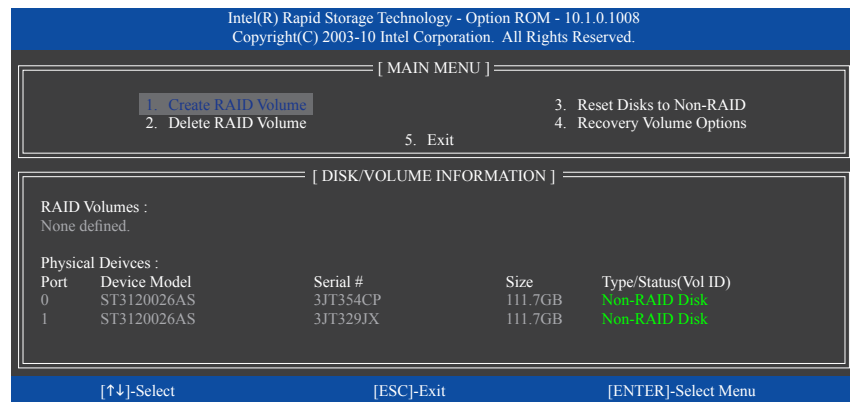

図 3
**<Ctrl> + **を押すと、MAIN MENU スクリーンが表示されます (図 3)。